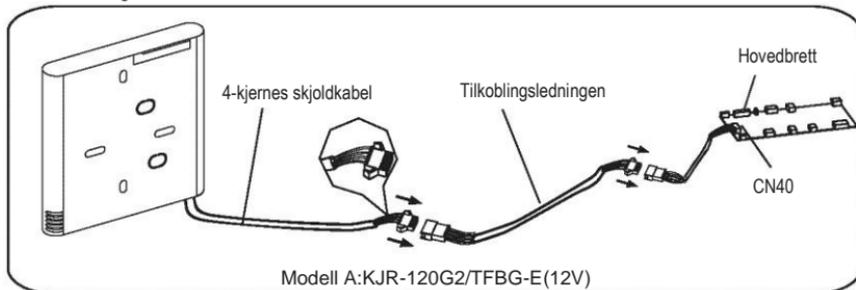

Fig 3-3(A)
- Koble den feminine ledningsgruppen fra hovedbrettet til den maskuline ledningsgruppen. (Se Fig.3-3(A))